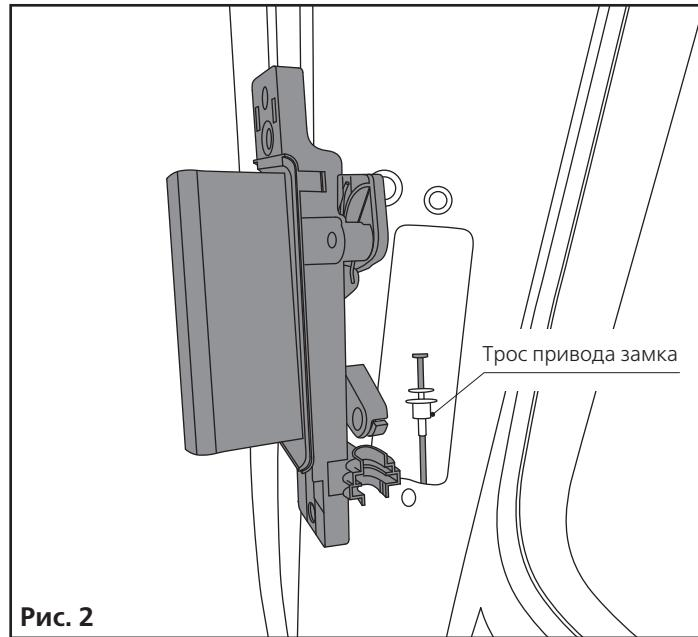

Рис. 2
3. Подсоедините трос привода замка к внутренней ручке и закрепите ручку на место (рис.2).